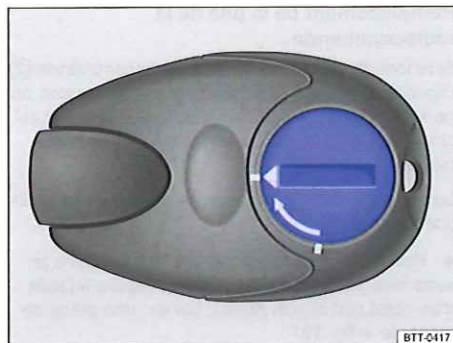

Fig. 181 Chauffage stationnaire : cache de la pile de radiocommande ▶
- Pour ouvrir le cache, tournez la fente dans le sens inverse de la flèche jusqu'au repère à l'aide d'un objet plat et non pointu, par ex. une pièce de monnaie → fig. 181.
- Mettez en place la pile neuve. Respectez la polarité et utilisez des piles du même type → ①.